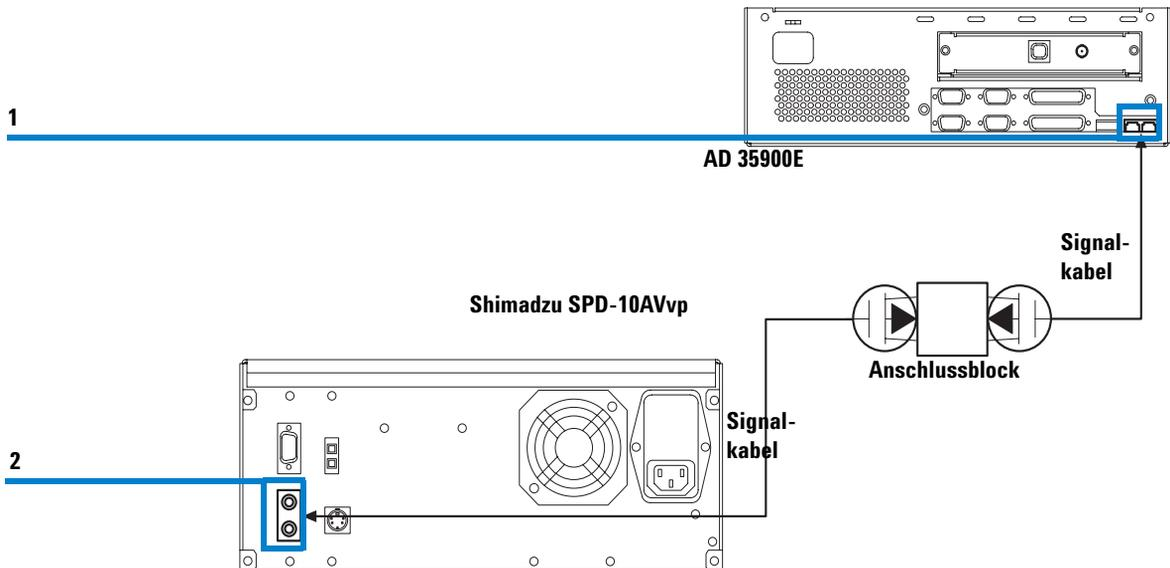

Abbildung 19 Anschluss des Analogsignalkabels vom DC zum Shimadzu SPD-10-AVvp
- 3 Verbinden Sie die Analogsignalkabel wie in **Abbildung 19** gezeigt. Ein Shimadzu „Anschlussblock“ oder ein anderer Anschluss für Kabel mit Kabelschuhen nimmt die zwei Analogsignalkabel auf.